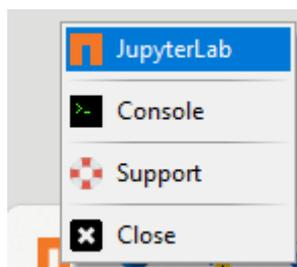

Рис. 3 Запуск JupyterLab
16. Откройте окно JupyterLab, вызвав контекстное меню правой клавишей мышки на значке в трее, рис. 3.
Вы получите такую же ошибку, указывающую на то, что среди доступных Python модулей отсутствует модуль pymongo. Установить недостающие модули можно из командной строки приложения JupyterLab, строка меню Console на рис. 3. Откройте командную строку и введите команду `pip install pymongo`, рис. 6.